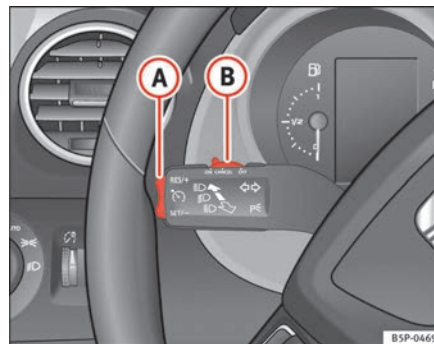

Abb. 146 Blinker- und Fernlichthebel: Schalter und Wippe für die Geschwindigkeitsregelanlage
- Schieben Sie den Schalter ⇒ Abb. 146 **(B)** nach links auf **ON**.